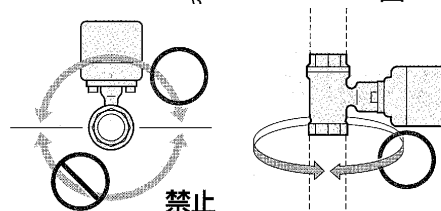

図 23
- アクチュエータ内部に水が浸入する可能性のある、下向きバルブ取付けは行わないでください。配管可能な取付け姿勢は図 23 の通り、アクチュエータが上向きから横向きまでです。